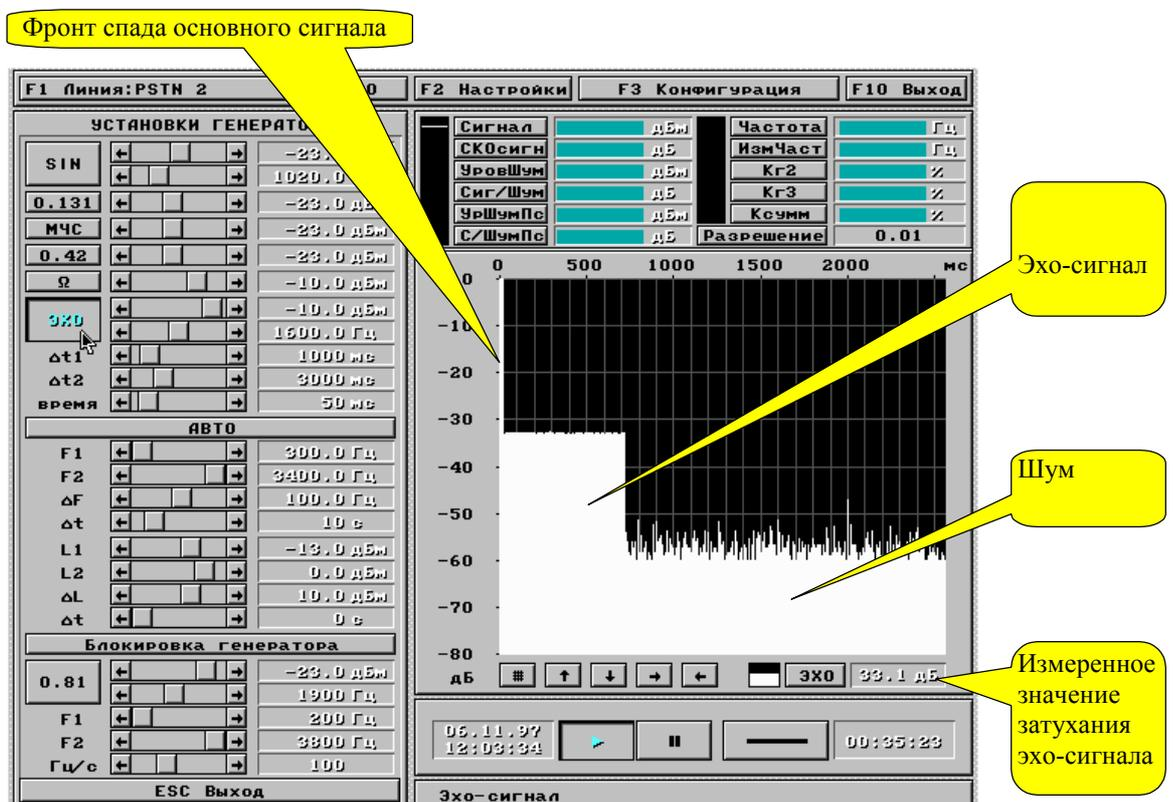

Рис. 23 Измерение эхо-сигнала с построением эхограммы
Методику измерения эхо-сигнала анализатором TDA-5 можно проиллюстрировать на примере измерения эхо-сигнала говорящего на двухпроводной линии. После активации режима измерения эхо-генератор начинает выдавать в линию импульсы сигнала с параметрами - уровнем, частотой, длительностями импульса и паузы - заданными пользователем с помощью панели **СОБСТВЕННЫЙ ГЕНЕРАТОР** (см. Рис. 23). Поскольку линия двухпроводная,
Измерение эхо-сигнала с построением эхограммы (см. Рис. 23) в режимах подключения к двухпроводной линии производится анализатором автоматически после подключения измеряемой линии к клеммам IN/OUT/PSTN и активации режима измерения эхо-сигнала нажатием кнопки **ЭХО** на панели **СОБСТВЕННЫЙ ГЕНЕРАТОР**.
- задать уровень эхо-импульса в пределах от -40 до 0 дБм, предварительно установив уровень **Max сигнал** на панели **УСТАНОВКИ ИЗМЕРИТЕЛЯ** (см. Рис. 23) не менее чем на 10 дБ выше уровня эхо-импульса,